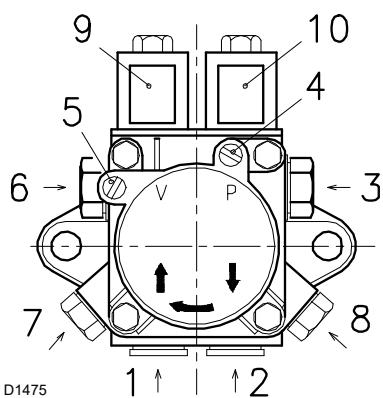

Fig. 18
Legenda (Fig. 18)
- Perchè la pompa possa autoinnescarsi è indispensabile allentare una delle viti 4)-8)(Fig. 18) della pompa per sfidare l'aria contenuta nel tubo di aspirazione.
Per variare la pressione del 1° stadio agire sulla vite 6)(Fig. 18). Per variare la pressione del 2° stadio agire sulla vite 7)(Fig. 18). In alcuni abbinamenti può prodursi un fenomeno di pulsazione in 2° stadio con l'alta pressione; in questo caso ridurre la pressione di polverizzazione od usare ugelli a cono pieno e, se non si raggiunge la potenzialità desiderata, montare un ugello più grande.